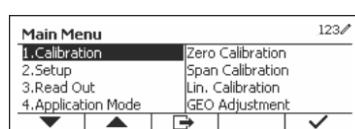

Figure 21
1. Exercez une pression longue sur le bouton pour accéder au menu principal. Sélectionnez le menu « Calibration » (Étalonnage) en appuyant sur le bouton multifonction correspondant à l'icône . (Voir Figure 21)